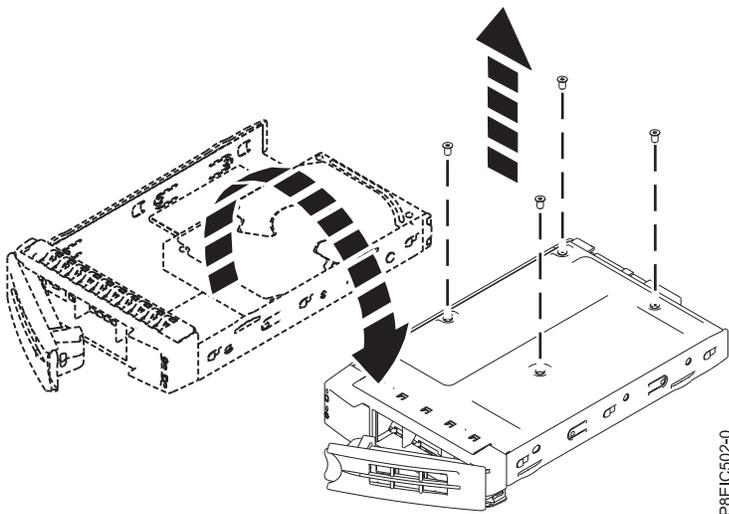

Figure 3. Retrait de l'unité 2,5 pouces du tiroir
- Pour une unité 2,5 pouces, retournez le tiroir. Dévissez l'unité à partir du bas du tiroir en retirant les quatre vis, comme illustré dans la figure 3.